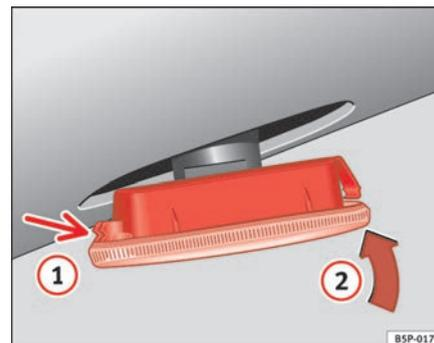

Fig. 230 Intermitente lateral
- Coloque el intermitente en primer lugar en el orificio de la carrocería, encajando las pestañas ⇒ fig. 230, flecha ①.
- Encaje la lámpara como indica la flecha ② ⇒ fig. 230. ■